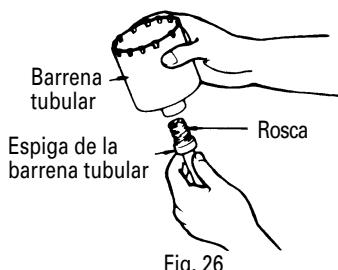

Fig. 26
- (1) Montar la barrena tubular en su espiga. (Fig. 26) Lubricar la rosca de la espiga de la barrena tubular para facilitar el desmontaje.